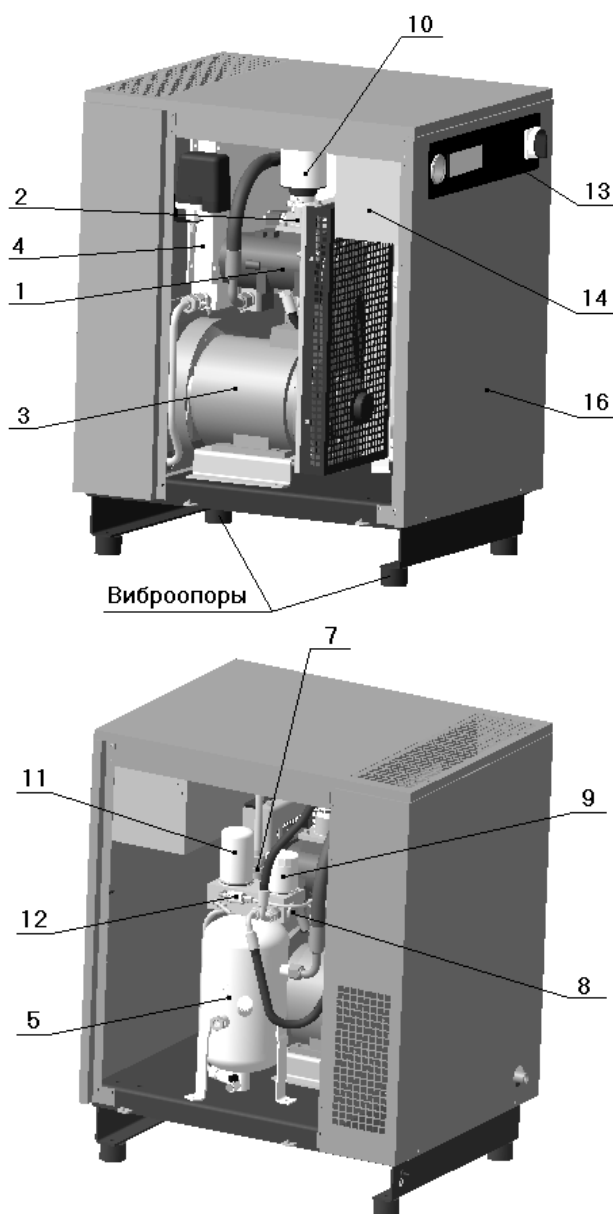
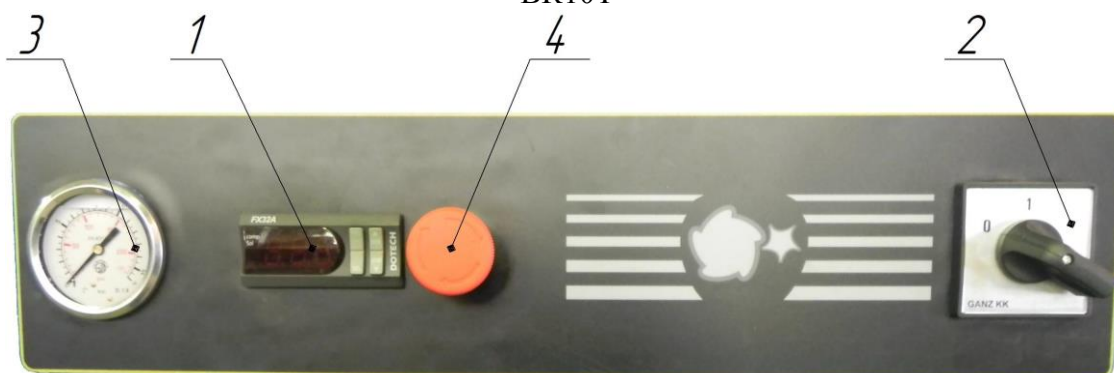
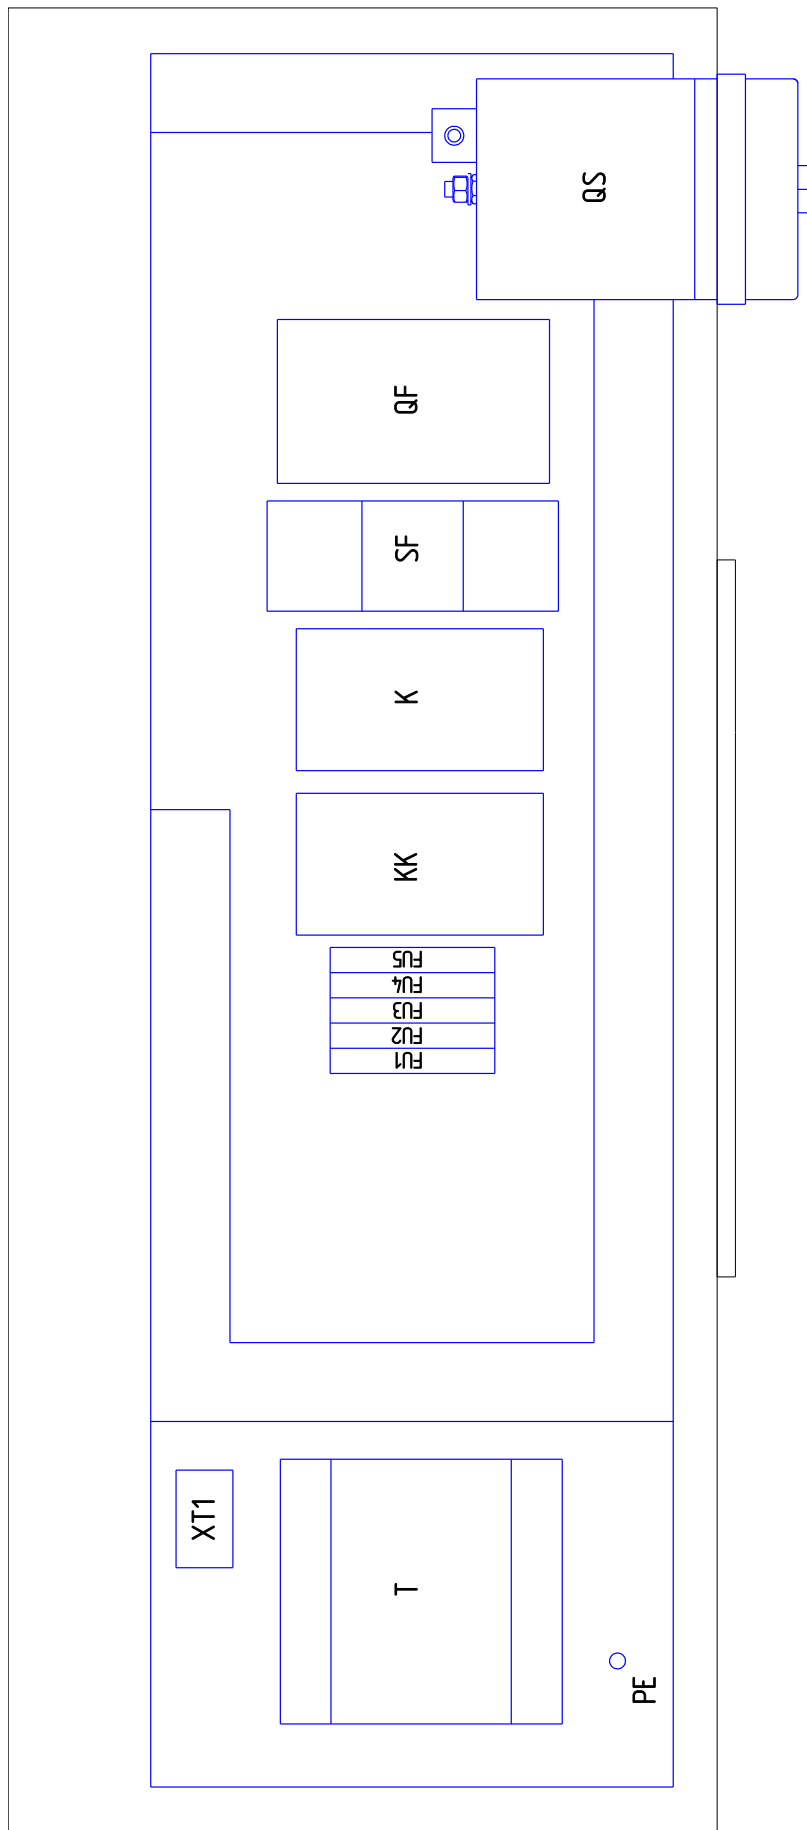

Рисунок 1 – Общий вид компрессорной установки ВК5Т-..., ВК7Т-..., ВК10Т-...
Рисунок 5
Рисунок 6 – Блок-схема платы монтажной ВК5Т, ВК7Т, ВК10Т
**1 – Винтовой блок** предназначен для выработки сжатого воздуха. Винтовые блоки, применяемые в компрессорных установках, приведены в таблице 3 (см. рисунок 1 или 2). В корпусе винтового блока расположены: винтовая группа, пропускные каналы для воздуха и масла, присоединительные фланцы.
**2 – Клапан всасывающий** (см. рисунок 1 или 3) воздушный выполняет функцию подачи воздуха в камеру сжатия и предотвращения выброса наружу сжатого воздуха и масла в момент останова установки при любом давлении подачи сжатого воздуха. Переключение клапана всасывающего в режим "ЗАГРУЗКА" или "ХОЛОСТОЙ ХОД" осуществляется при помощи клапана электромагнитного, который управляется программируемым контроллером от сигнала датчика давления.
**3 – Электродвигатель** (см. рисунок 1 или 2) предназначен для привода винтового блока.
**4 – Воздушно-масляный радиатор** (см. рисунок 1 или 2) односекционный выполняет функции охлаждения. Радиатор охлаждается проходящим через него потоком воздуха, который нагнетается вентилятором, установленным на втором конце вала электродвигателя привода установки.
**5 – Маслосборник** (см. рисунок 1 или 3) выполняет следующие функции:
**7 – Клапан минимального давления** (см. рисунок 1 или 3), установленный на линии нагнетания, предназначен для поддержания минимального давления в пределах 0,2...0,4 МПа внутри установки до тех пор, пока давление в распределительной сети не уравнивается с давлением внутри установки. Одновременно этот клапан выполняет функцию обратного клапана, блокируя установку от распределительной сети во время ее останова или работы на холостом ходу.
**8 – Термостат** (см. рисунок 1 или 3) состоит из запорного плунжера и термочувствительного глицеринового элемента, изменяющего направление потока масла в зависимости от температуры и смонтирован в корпусе, на котором также установлен фильтр масляный.
**9 – Фильтр масляный** (см. рисунок 1 или 3) неразборный изготовлен в металлическом корпусе. Он расположен в контуре смазки и предотвращает попадание твердых частиц на рабочие поверхности винтов и подшипников. Его замена необходима после выработки часов, указанных в разделе "ТО", а частота замены напрямую зависит от технического обслуживания воздушного фильтра и от качества масла.
**10 – Фильтр воздушный** (см. рисунок 1 или 2) впускной открытого типа. Функция воздушного фильтра - предотвращение попадания загрязняющих частиц в зону винтовой группы и систему смазки. Некачественное обслуживание воздушного фильтра приводит к уменьшению срока службы блока винтового.
**11 – Фильтр-маслоотделитель (сепаратор)** (см. рисунок 1 или 3) завершает операцию отделения масла от сжатого воздуха и обеспечивает остаточное содержание масла в сжатом воздухе не более 3 мг/м3. Пропускная способность фильтра-маслоотделителя зависит от качества масла и его рабочей температуры.
**12 – Визуализатор возврата масла** (см. рисунок 1 или 3) предназначен для визуальной оценки количества масла на возврате из фильтра-маслоотделителя. Масло, отделенное фильтром-маслоотделителем, возвращается в систему смазки установки. Функцией визуализатора является управление расходом возвратных потоков воздуха и масла. Визуализатор позволяет проверить эффективность работы фильтра-маслоотделителя и системы сепарации.
**13 – Панель управления** (см. рисунок 1 или 2). На лицевую сторону панели управления вынесены следующие органы управления (рисунок 5):
**14 – Шкаф с электроаппаратурой** (см. рисунок 1 или 2) представляет собой короб закрытого типа с установленной платой, на которой смонтирована пускорегулирующая аппаратура и устройства защиты (блок-схема см. рисунок 6), доступ к которым осуществляется путем демонтажа верхней панели корпуса и крышки шкафа.
**16 – Корпус шумозащищенного исполнения** (см. рисунок 1 или 2) служит для снижения уровня шума в рабочей зоне установки.
- 4) Плавкие предохранители - (см. рисунок 6) защита цепей управления и сигнализации;